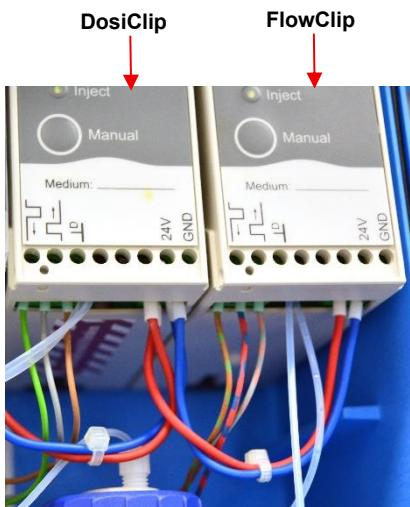
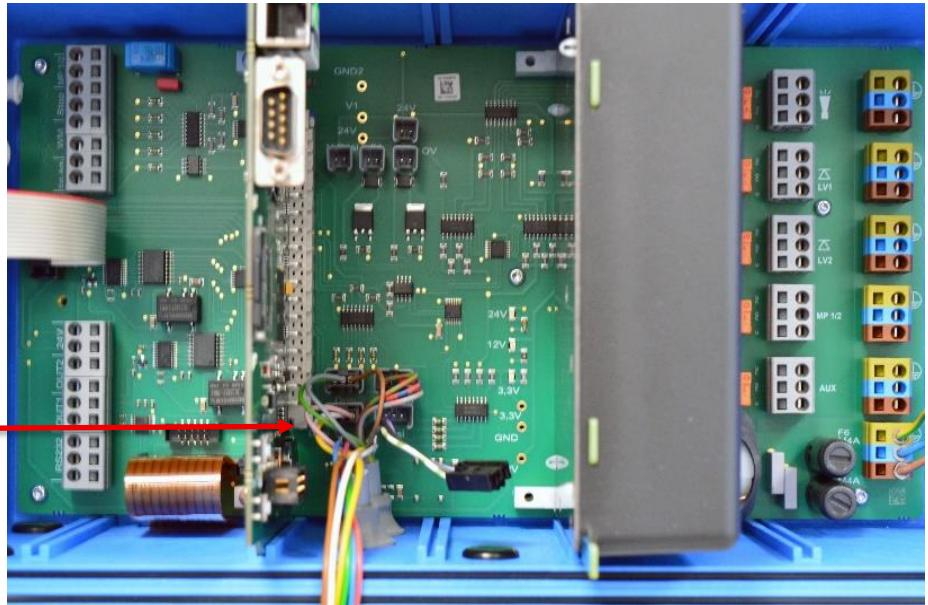

Figura 3
Figura 4
9. Conecte los dos cables rojos a la conexión del terminal +24 V (1) del DosiClip de la siguiente manera. Use la figura 3 como guía.
10. Proceda con el cable azul en la conexión de terminales GND (2) del DosiClip del mismo modo que se describe en el punto 9.
12. Enchufe el conector de 3 clavijas colgante con los colores de cable **verde/marrón, rojo/azul, gris/naranja** en la toma situada en la parte superior derecha (ranura 4). (Figura 4)